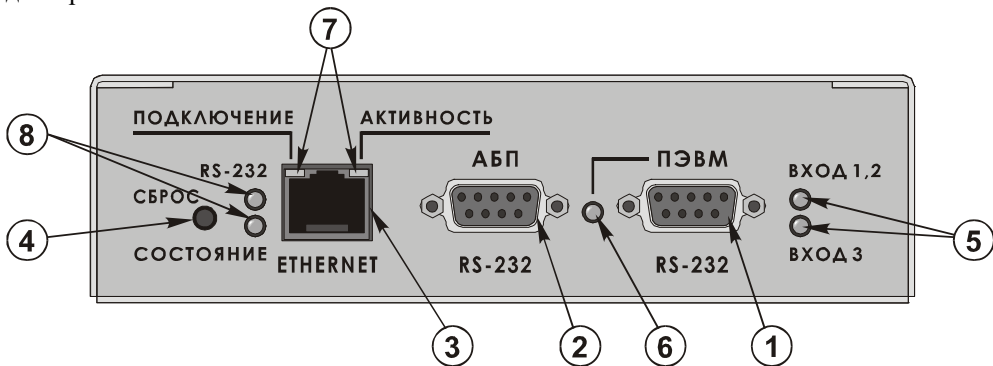

Рисунок 1 – Передняя панель адаптера
4.1.1 На передней панели адаптера (рисунок 1) расположены: